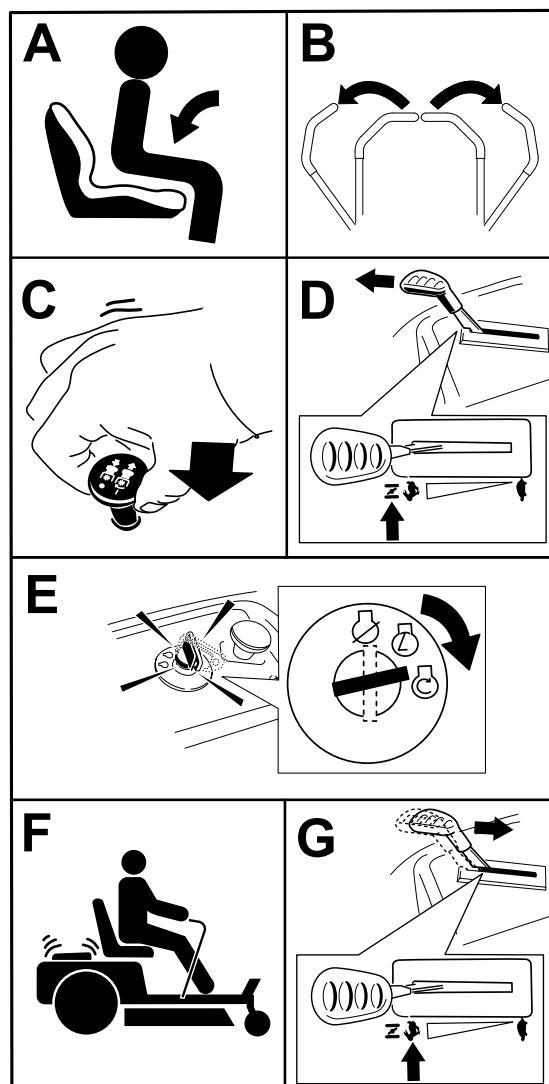

Figura 23
**Nota:** Può essere necessario tenere la leva sullo stop, nella posizione dello starter, nel tentativo di avviare il motore (Figura 23).